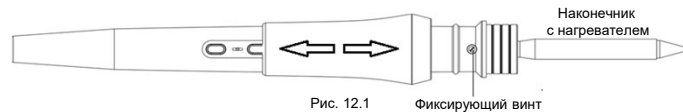

Рис. 12.1
3) Сдвиньте силиконовую втулку ручки паяльника в сторону клавиш управления пока не увидите винт, отвинтите его (рис. 12.1).